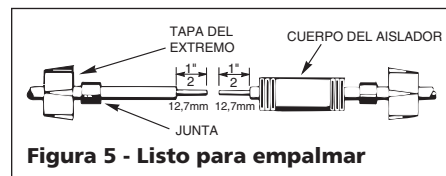

Figura 5 - Listo para empalmar
4. Desatornille las tapas plásticas de los aislantes. Coloque una tapa y un manguito de junta de neopreno en cada cable a empalmar (ver Figura 5).
5. Deslice el cuerpo del aislador por un extremo del cable (Figura 5).